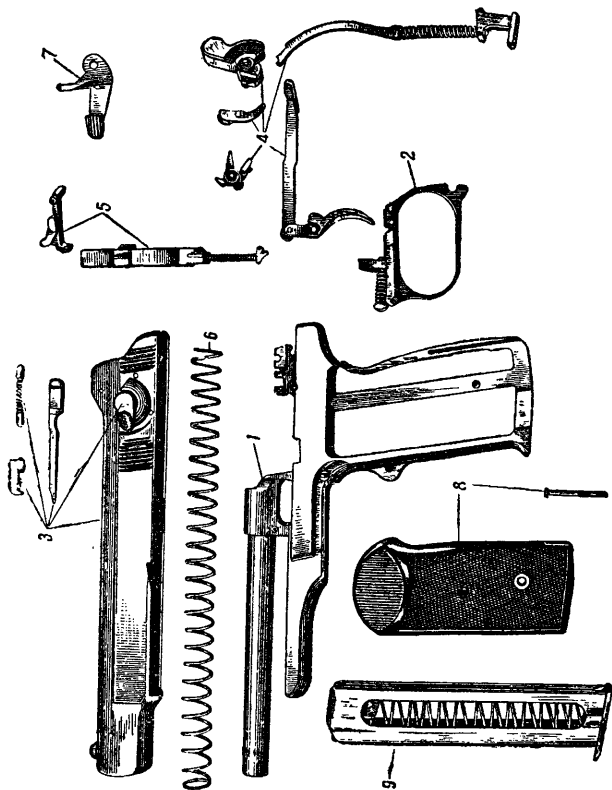

Рис. 4. Основные части и механизмы пистолета:
5. Пистолет состоит из следующих основных частей и механизмов (рис. 4): рамки со стволом и основанием рукоятки, спусковой скобы, затвора с ударником, выбрасывателем и переводчиком-предохранителем, ударно-спускового механизма, механизма замедления темпа стрельбы, возвратной пружины, затворной задержки, щечек рукоятки с винтом и магазина.